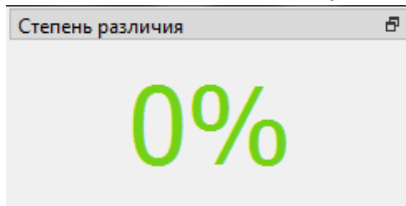

Рисунок 11. Элемент интерфейса показывающий процент различия ВАХ двух элементов
- В разделе степень различия (рисунок 11) указывается различие между двумя сравниваемыми ВАХ, где 0% – абсолютно одинаковые ВАХ, а 100% – это полностью различные ВАХ.